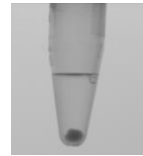

Abb.1: empfohlene Pelletgröße für Probe, die Partikel enthält
- 50 -200 µl von einer getrübbten Probe, um nach der Zentrifugation ein Pellet von maximal 2 mm zu erhalten (vgl. Abb. 1)
- Die Größe des Pellets kontrollieren, es enthält die Zellen aus der Probe. Das Pellet darf eine Größe von ca. 2 mm Durchmesser nicht überschreiten (siehe Abb. 1). Falls nötig, einen Teil vom Pellet mit dem Überstand werfen